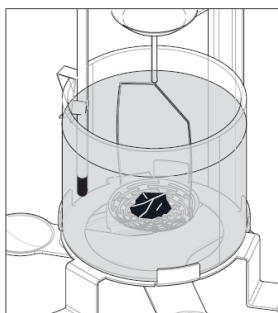

Figura 4.2-3
- Abra las puertas del protector contra corrientes, coloque el sólido en la cesta portaobjetos (ver figura 4.2-3). Asegúrese de que no se adhieran burbujas de aire al sólido (elimine las burbujas de aire con un cepillo fino).